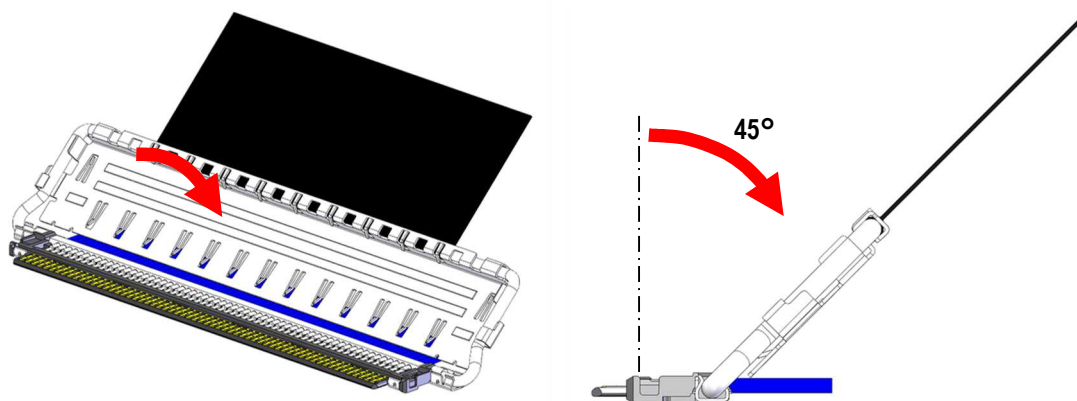

Fig.6 Tilt LOCK BAR ASS'Y
- ① Fig.6 の様に LOCK BAR ASS'Y をケーブル側に 45°傾ける。